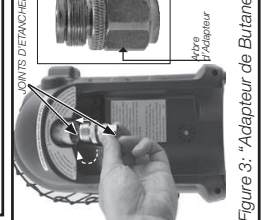

Figure 3: "Adaptateur de Butane"
- Vérifiez si les joints (entre l'appareil et le réservoir de gaz) sont en place et en bon état avant de connecter au cartouche de gaz. Figure 3. N'utilisez pas un appareil qui a des joints endommagés ou usés. N'utilisez pas un appareil qui fuit, endommagé ou qui ne fonctionne pas correctement.
• Pour utiliser avec un mélange de butane / propane (G30 + G31): Vissez l'adaptateur en laiton dans le sens horaire dans le régulateur de l'appareil portatif (du bas) jusqu'à ce qu'il soit serré. Voir Figure 3. N'utilisez pas un produit d'étanchéité sur cette connexion. Vissez la cartouche du mélange de butane / propane (G30 + G31) dans l'adaptateur (sens horaire), une fois que l'arbre sur l'adaptateur commence à tourner la cartouche, il est maintenant connecté, et alors, montez la cartouche dans le stand.